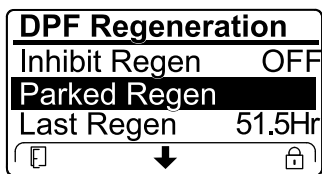

Рисунок 56
- Если компьютер двигателя запрашивает или выполняет восстановительную регенерацию, а вы перейдете вниз к опции PARKED REGEN (СТАЦИОНАРНАЯ РЕГЕНЕРАЦИЯ), стационарная регенерация будет заблокирована и в нижнем правом углу дисплея инфо-центра появится значок «Замок» (Рисунок 56).